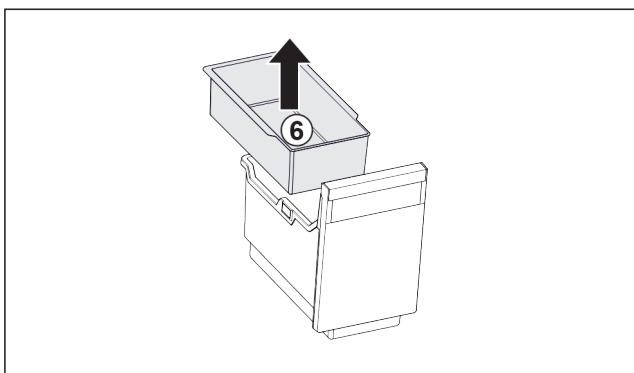

Fig. 23
- ▶ Rimuovere la vaschetta da agganciare Fig. 23 (6).